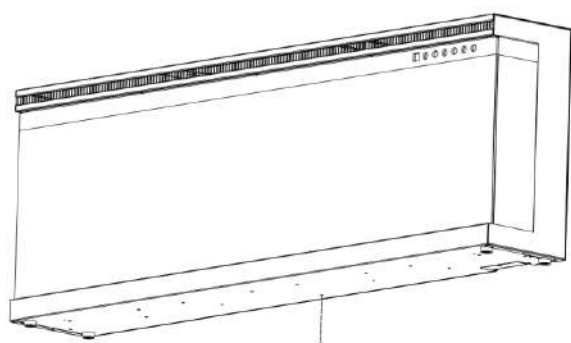

Fig 1-1
A. Verwijder de zilveren schroef aan de onderkant van het apparaat. (Afb. 1-1). Leg de schroef opzij.